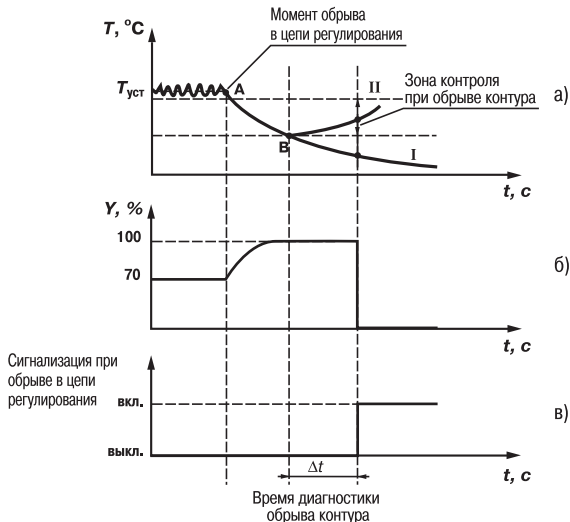

Рис. 13
3.2.8.3.3. Приведем **пример срабатывания устройства диагностики обрыва контура (рис. 13).**
В точке **A** нагреватель вышел из строя, и температура начинает уменьшаться (рис. 13, а). Регулятор увеличивает выходной сигнал (рис. 13, б), контролируя отклик системы. Поскольку температура продолжает уменьшаться, рассогласование растет, и значение Y достигает 100 %. В момент достижения $Y = 100$ % (точка **B**) прибор начинает отсчет «**времени диагностики обрыва контура**» Δt .
Если по истечении этого времени температура продолжает уменьшаться, сигнализация срабатывает (кривая I на рис. 13, а). Если температура стала расти, но за время Δt изменение температуры не превысило «**ширину зоны диагностики обрыва контура**» (кривая II на рис. 13, а), сигнализация также срабатывает (рис. 13, в).